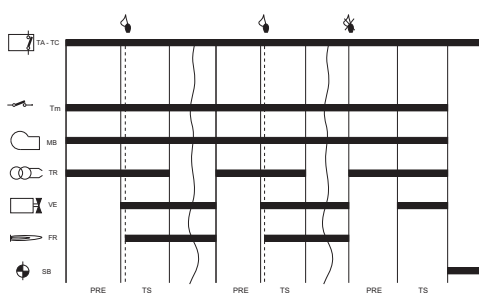
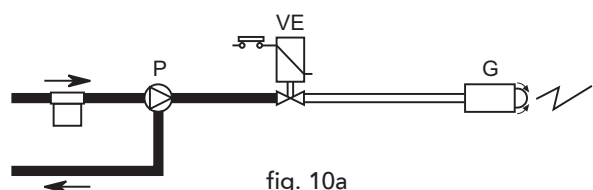

fig. 9
fig. 10a
- Inicia el funcionamiento según la fig. 10a y 10b y el diagrama de la fig. 9.
- 1 El motor del quemador se pone en rotación juntamente con la bomba: el gasóleo aspirado se manda completamente hacia el retorno (fig. 10a). Se activa al mismo tiempo el transformador de encendido